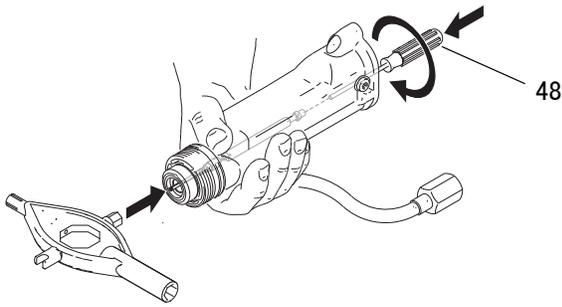

图 31. 流体枪针拆卸
6. 使用塑料多功能工具的外部六角端，小心地从枪筒前面直接推液体枪针球，直到液体密封从孔中释放。参见图 31。